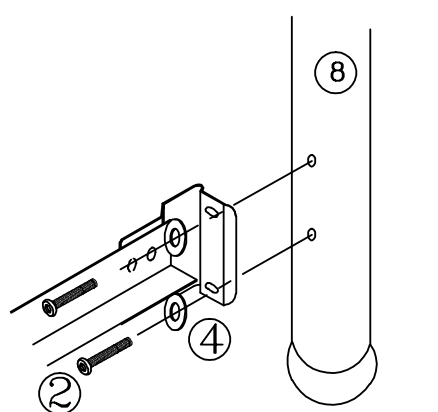

FIGURA 3
- Colocar primero una arandela plana (4) y luego una tuerca (3) en cada tornillo. Apriete los tornillos a mano, NO APRIETE completamente.
- Coloque el panel de pie de cama y alinee los orificios del poste (8) con los orificios del soporte del marco. (Ver figura 3)
- Colocar arandela plana (4) en cada tornillo (2). Insértelo a través del soporte y en el poste. Apriete a mano, NO APRIETE los tornillos por completo.